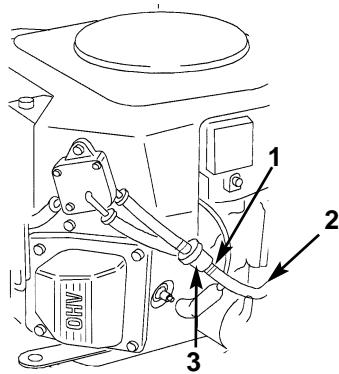

Fig. 28
5. Togliete con uno strappo il tubo di alimentazione dal filtro (Fig. 28) e lasciate che la benzina scoli in una tanica o una bacinella di raccolta.
6. Togliete il tubo del carburante dal filtro (Fig. 28). Aprite la valvola di arresto del carburante e lasciate che la benzina scoli in una tanica approvata.
4. Stringete insieme le estremità della fascetta per tubi e fatela scorrere verso l'alto sul tubo di alimentazione verso il serbatoio carburante (Fig. 28).